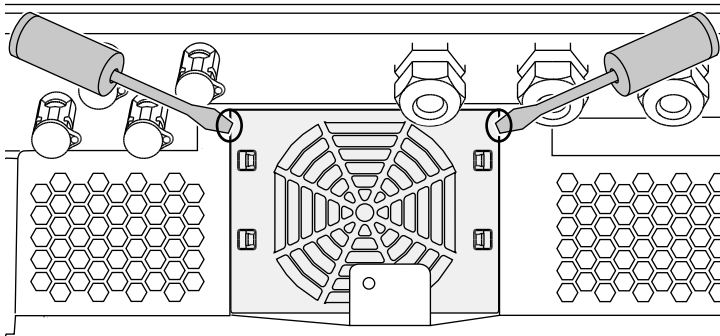

Bild 60: Lossa fläktgalleret
2. Demontera fläkten. Sätt en skruvmejsel mot fläktgallerets kant och tryck lätt mot fläktgalleret. 📌 Bild 60